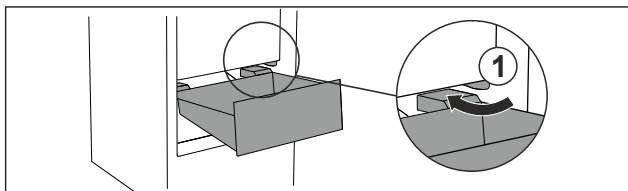

Fig. 67
- ▶ Zásuvku ved'te šikmo podél zarážek Fig. 67 (1).